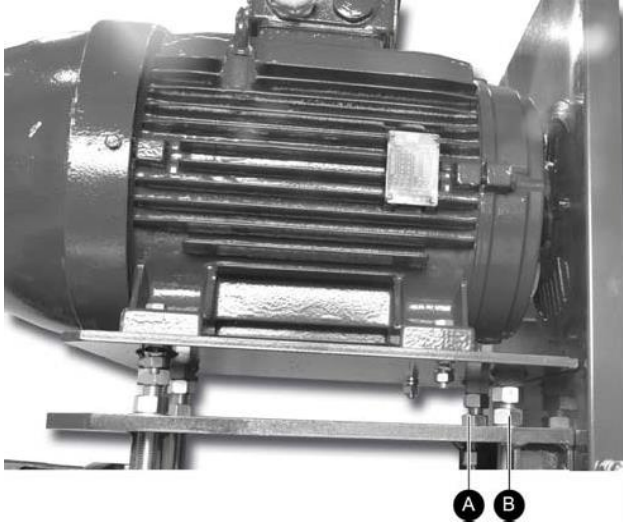

Figure 54 Les écrous du support moteur servent à régler la tension des courroies.
- La tension des courroies sera ajustée conformément à la procédure liée à la Figure 54 et chapitre ENTRETIEN. Dans le cas d'un montage horizontal, le réglage de la tension des courroies sera effectué au moyen des tiges de réglage des glissières moteur.
- Agir sur les écrous du support moteur pour descendre ce dernier (Figure 54, rep. A et B).
- Desserrer une des vis du moyeu de la poulie concernée (56, A) et revisser cette vis dans le trou libre (B). Cette action permettra de décoller la poulie du moyeu.
- Échanger la poulie et repositionner la vis (B) dans son taraudage d'origine (A) et serrer.